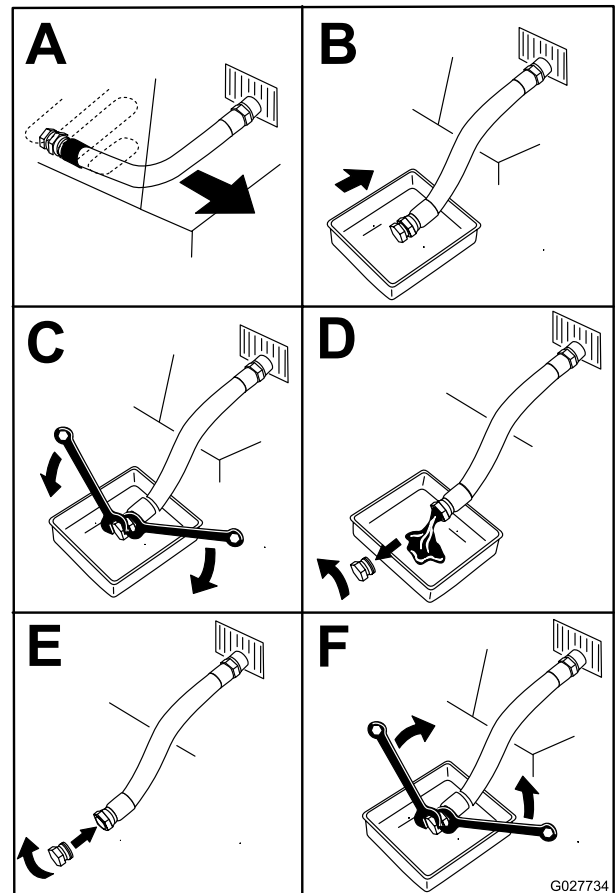

Figura 53
3. Pare el motor, retire la llave y espere a que se detengan todas las piezas en movimiento antes de abandonar el puesto del operador (Figura 53).